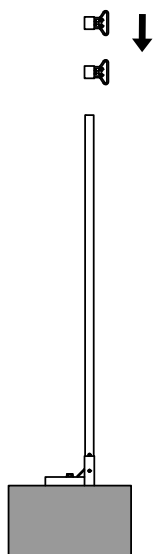

Fig. A5.05
1. Mettere 2x attacchi scorrevoli per grigliato (2) su un montante parapetto (1). Il montante parapetto Double è fornito con 2x attacchi scorrevoli per grigliato già preassemblati. (Fig. A5.05)
2. Portare in posizione i due attacchi scorrevoli per grigliato (2): l'attacco scorrevole superiore per posizionare in altezza il grigliato di protezione PMB S, l'attacco scorrevole inferiore con funzione di blocco anti-sollevamento per il grigliato di protezione PMB S. (Fig. A5.05)
3. Per fissare l'attacco scorrevole per grigliato, ruotare il dado (2a) in senso orario. (Fig. A5.05)